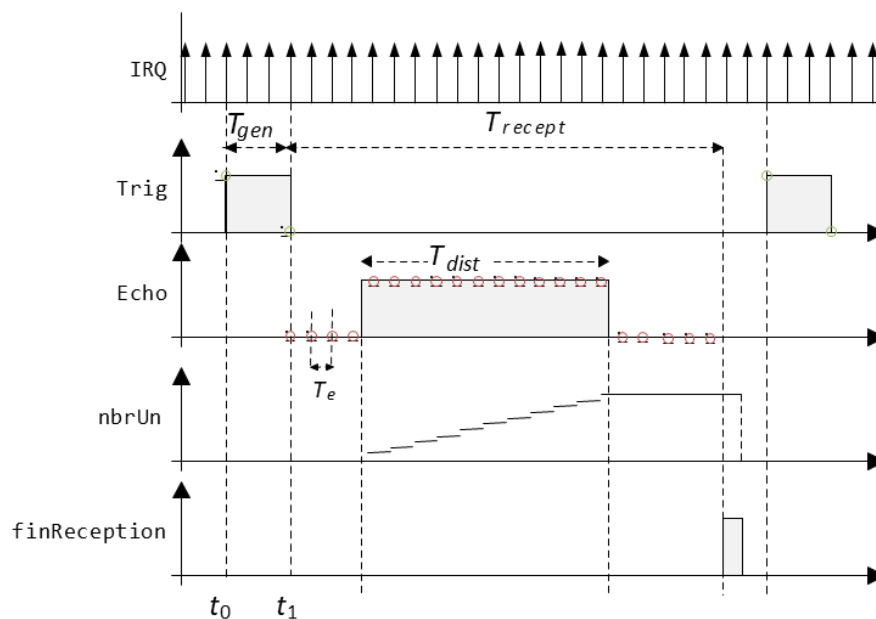

Figure 3: Chronogramme des signaux Trig et Echo après échantillonnage
- 1- A l'instant t_0 , l'entrée Trig est mise à 1 et à l'instant t_1 , l'entrée Trig est mise à 0, comme illustré à la Figure 3.